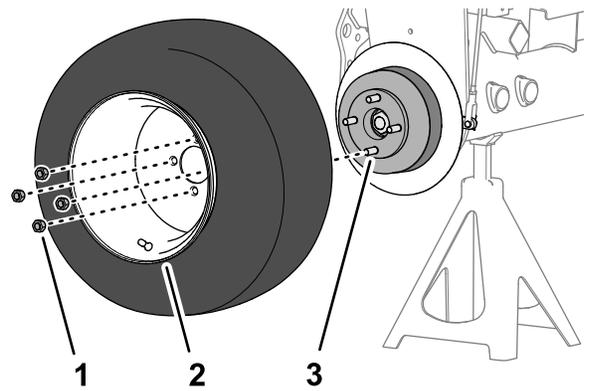

図 60
1. 前輪をハブに固定しているラグナット 4 個を外して前輪を取り外す 図 60。